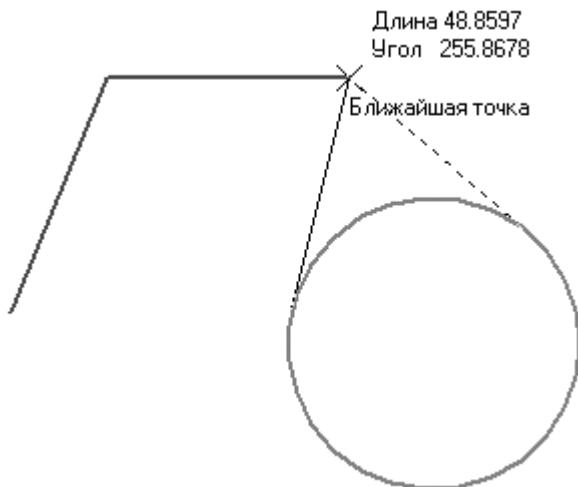

Рис. 2.8. Построение касательного отрезка
2. Выберите инструмент Касательный отрезок через внешнюю точку. Обратите внимание, что в строке подсказок внизу окна отобразилась фраза Укажите кривую для построения касательного отрезка. Подведите указатель к построенной окружности (она при этом подсветится красным цветом) и щелкните на ней. После этого необходимо указать начальную точку отрезка. Пусть ею будет конечная точка второго отрезка, созданного до этого на чертеже (рис. 2.8).
3. Как видите, из указанной точки к окружности можно построить два касательных отрезка. Если сейчас завершить команду, нажав кнопку Создать объект или сочетание клавиш **Ctrl+Enter**, то будет создан отрезок, фантом которого изображен сплошной тонкой линией. Чтобы переключиться на другой вариант касательного отрезка (на рис. 2.8 показан пунктирной линией), нужно воспользоваться кнопками Следующий объект или Предыдущий объект на панели специального управления. Всегда применяйте эти кнопки, если система предлагает несколько вариантов построения одного и того же объекта, отображаемых пунктирной линией.